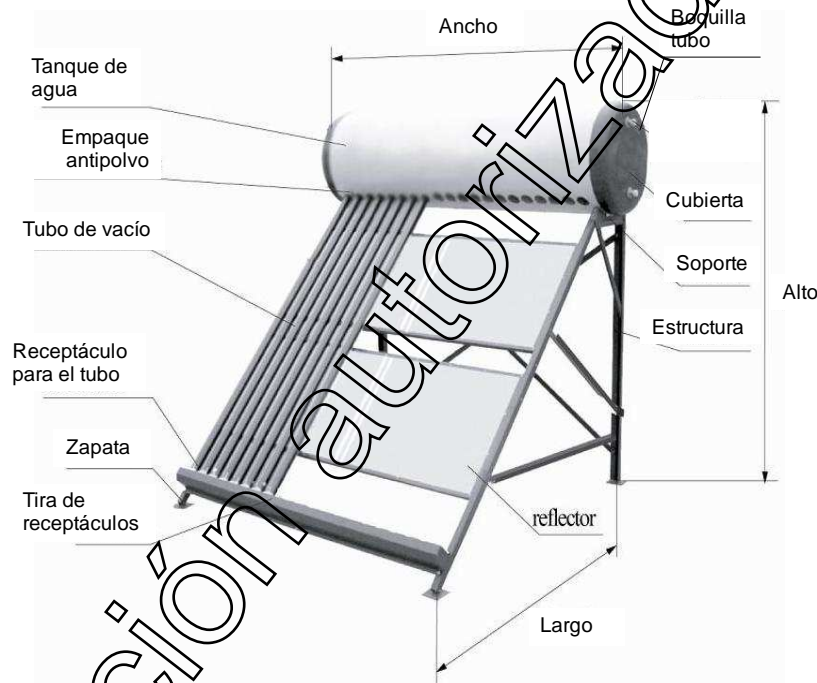

Figura 1
1. Verificar que los componentes del el “Calentador Solar” se encuentren completos y en buenas condiciones (ver figura 1).